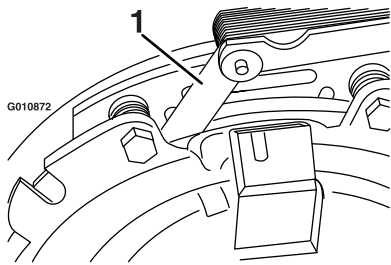
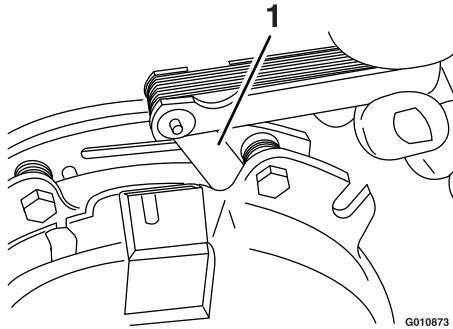

Figura 80
Figura 81
- E. Usando una galga de 0.25 mm (0.01"), compruebe la presencia de un espacio entre el rotor y la cara de la armadura en ambos lados del polo del freno, según se indica en Figura 80 y Figura 81.